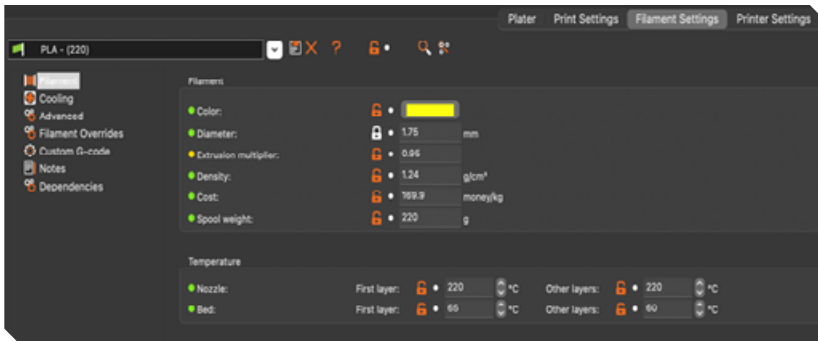

Figura 8 - Configuração de temperatura do Hotend e da Mesa
uma temperatura mais alta, 220, e finalizando com 190. Desta forma, vamos configurando a temperatura inicial. Esta configuração de temperatura é adicionada na aba Filament Settings dentro da opção Filament, conforme apresentado na figura 8. Nesta área é possível configurar quatro (4) parâmetros divididos em duas (2) seções: